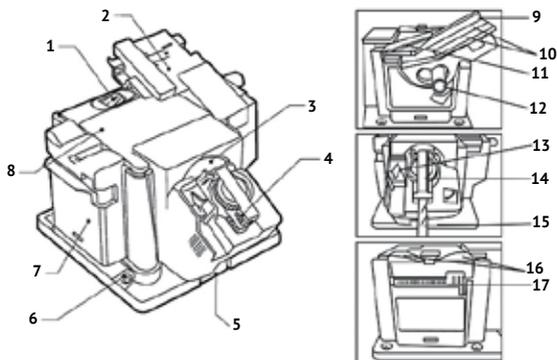
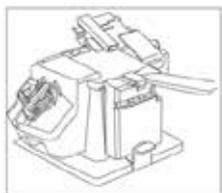
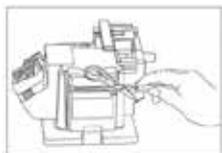

рис.1
рис.4
рис.5
(далее по тексту – заточный станок) предназначен для заточки свёрл, ножей, ножниц и лезвий. Заточка различных инструментов производится с помощью 3-х сменных блоков: заточка свёрл (рис.1 поз.4); заточка стамесок, зубил (рис.1 поз.2) и заточка ножей или ножниц (рис.1 поз.7). Нужный для работы блок фиксируется в направляющих на фронтальной стенке станка с вращающимся алмазным кругом (рис.1 поз.3). При фиксации блока, срабатывает концевой выключатель (если микровыключатель не сработал, электродвигатель станка не включается).
1.6 Общий вид станка представлен на рис.1
1.7 Заточный станок состоит из силового блока (рис.1 поз.8), расположенного в пластиковом корпусе, закреплённом на основании. Силовой блок включает в себя электронную плату – выпрямитель и коллекторный двигатель постоянного тока. Для стационарного закрепления станка на верстаке (столе) шурупами или болтами, в основании имеются 4 монтажных отверстия (рис.1 поз.6). Крутящий момент с якоря электродвигателя передаётся через втулку на рабочий инструмент – заточный круг (рис.1 поз.3). Круг фиксируется на втулке пластиковой гайкой.
1.8 Выключатель (рис.1 поз.1) расположен сверху на силовом блоке.
- вставить в направляющие и опустить до фиксации (со щелчком) блок (рис.1 поз.2) для заточки стамесок, зубил и лезвий;
- положите заточиваемый инструмент (стамеску, др. лезвие) на кронштейн для лезвий. Магниты (рис.1 поз.10) удержат его в нужном положении (рис.2);
- для совпадения угла заточки с углом скоса стамески, ослабьте ручку регулировки угла (рис.1 поз.12) поверните кронштейн в нужное положение и затяните ручку;
- для удобства удержания узких лезвий пользуйтесь упором верхним (рис.1 поз.9) в качестве распорки;
- вставить в направляющие и опустить до фиксации (со щелчком) блок (рис.1 поз.4) для заточки свёрл;
- установите зажимное устройство со сверлом в V-образную направляющую (рис.1 поз.13), совмещая боковые пазы;
- вставить в направляющие и опустить до фиксации (со щелчком) блок (рис.1 поз.7) для заточки ножей и ножниц;
- включите электродвигатель и, удерживая нож за ручку (рис.4), вставьте ближайшую к ручке часть лезвия в прорезь (рис.1 поз.16) для заточки ножей;
- полностью раскрыв ножницы, перемещайте одно из лезвий вдоль щели заточки ножниц (рис.1 поз.17) от основания к кончику (рис.5);